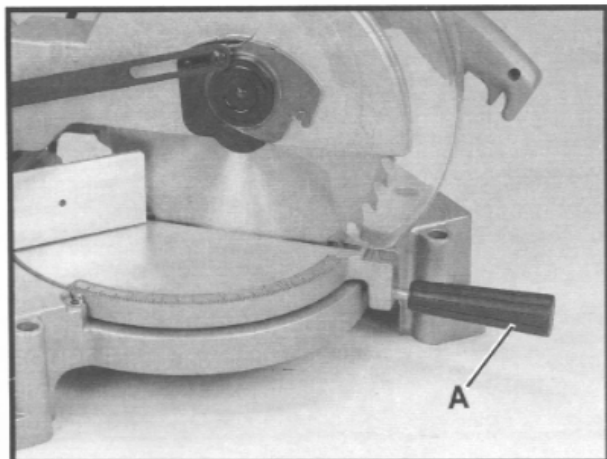

Fig. 4
2. Fig. 4 zeigt den fertig montierten Feststellgriff.
1. Den Feststellgriff (A) Fig. 4 um 2 Umdrehungen lösen.